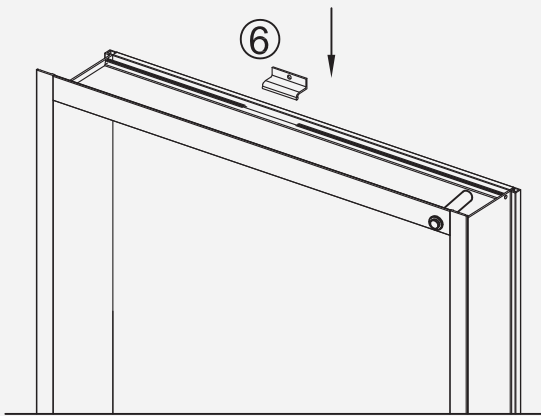

Fig 9
4. Inserte los clips Z 6 de montaje en superficie, como se muestra (Fig 9 y 10).